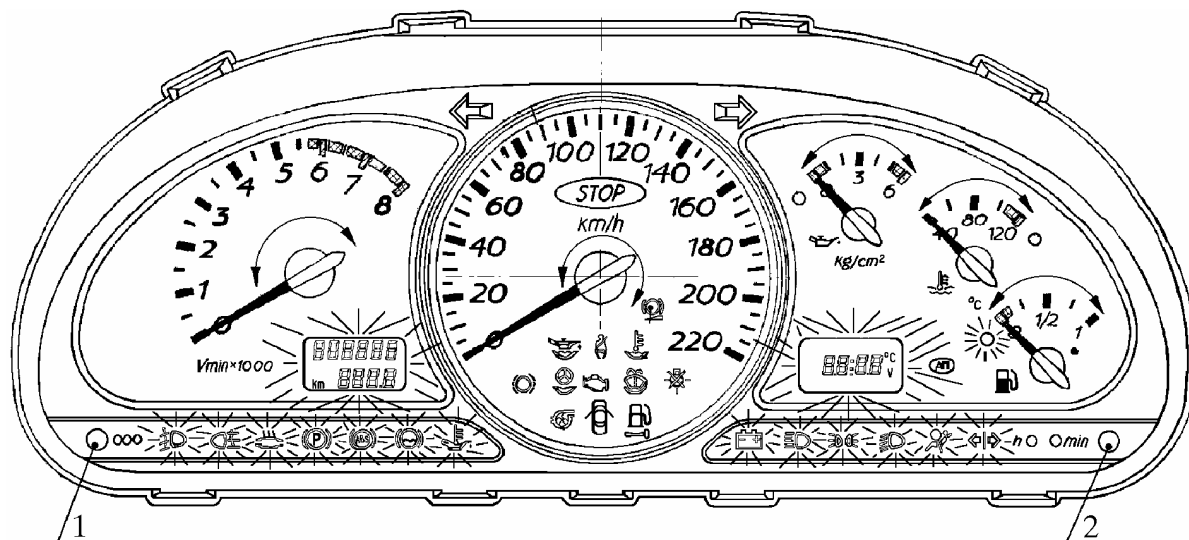

Рис. 16. Проверка включения показаний индикаторов и сигнализаторов в первой фазе самотестирования комбинации приборов:
8.2.8. Проверить работу комбинации приборов самотестированием, нажав при включенном зажигании одновременно кнопку 1 “000” (рис. 16) и кнопку 2 переключения текущего времени суток ЖКИ-2.
После окончания звукового сигнала одновременно должны включиться на 5 с полная индикация всех знакомств на индикаторах и сигнализаторы, показанные на рис. 16.